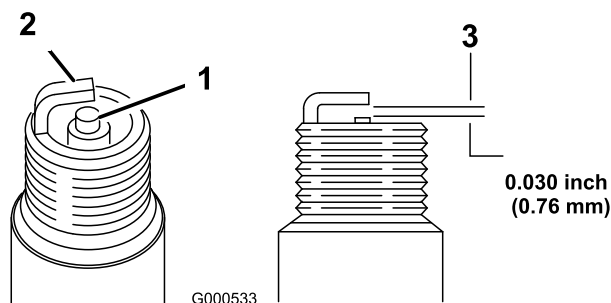

Figure 24
5. Réglez l'écartement des électrodes à 0,76 mm (0,030 po) (Figure 24).